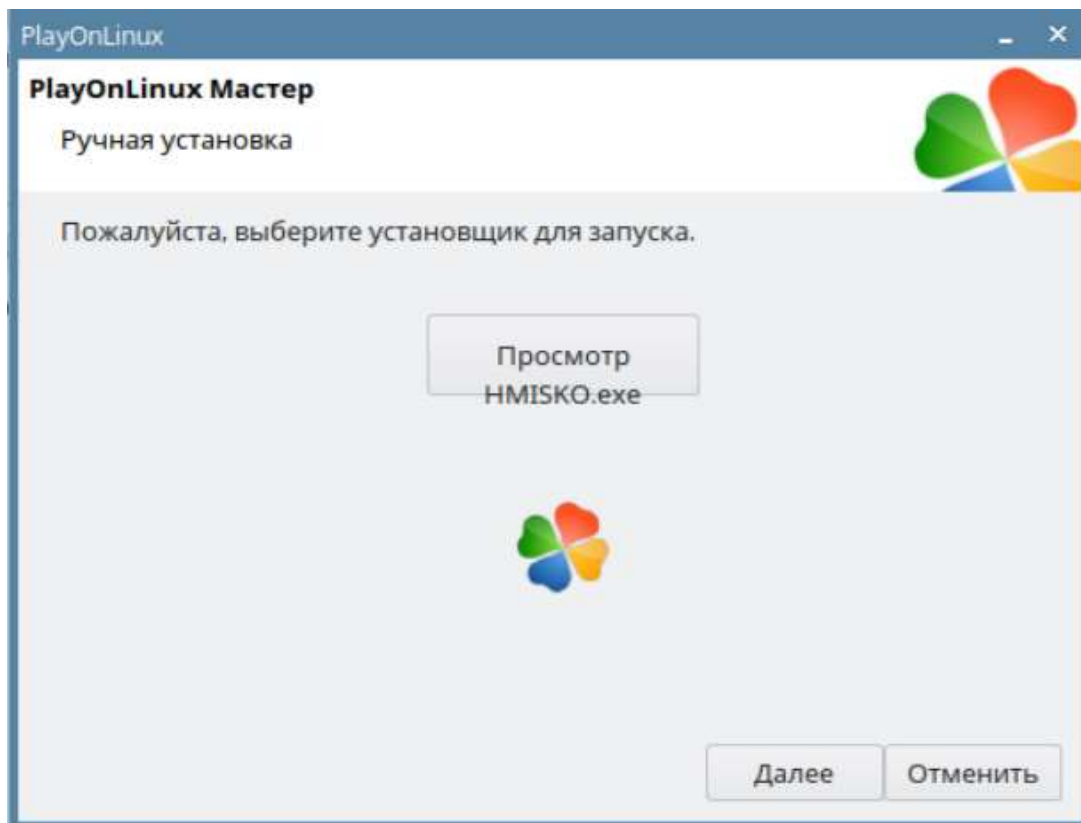

Рис. 9.38 Завершение выбора исполняемого файла
16. После выбора файла «HMISKO.exe», его название будет указано под кнопкой «**Просмотр**» (Рис. 9.38). Нажмите на кнопку «**Далее**».